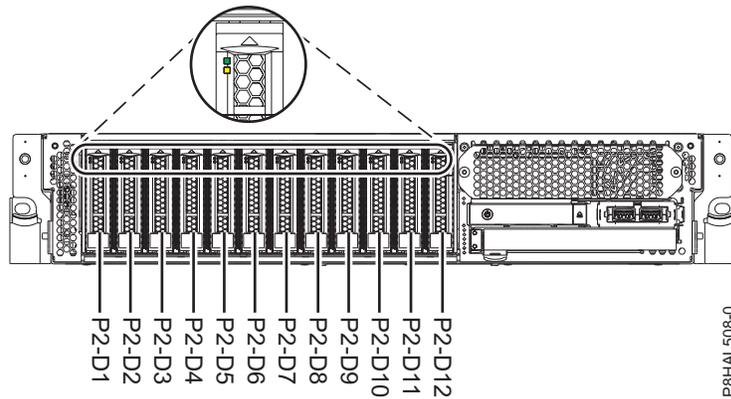
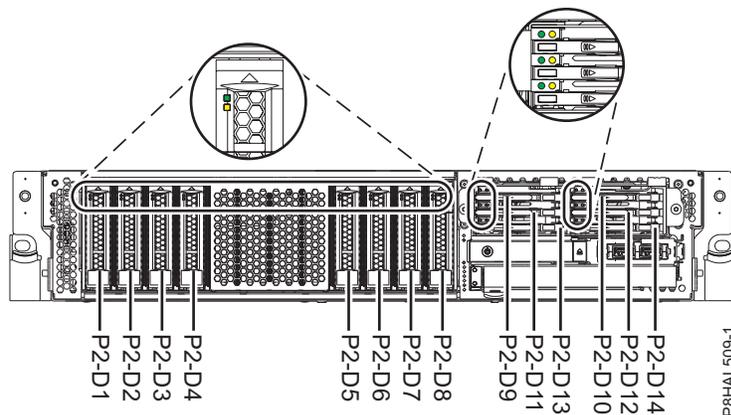

Figura 58. Ubicaciones de unidad de disco e indicador de servicio para un sistema función base
Figura 59. Ubicaciones de unidad de disco, unidad de estado sólido e indicador de servicio para un sistema de función ampliada
- Figura 58 y Figura 59 muestran las ubicaciones de la unidad de disco y la unidad de estado sólido e indicadores de servicio. Los indicadores de servicio están situados encima del tirador de cierre de las unidades de disco.